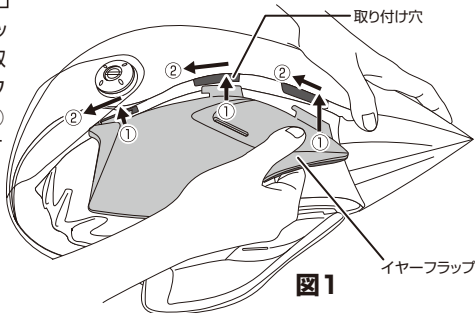

図1
このヘルメットはお好みによりイヤーフラップを取り付けできます。イヤーフラップを取り着ける場合は、(図1)のように①イヤーフラップのフックを取り付け穴へ差し込み、②前方方向へ引くと取り付けできます。取り外す場合はこの逆の手順で取り外してください。